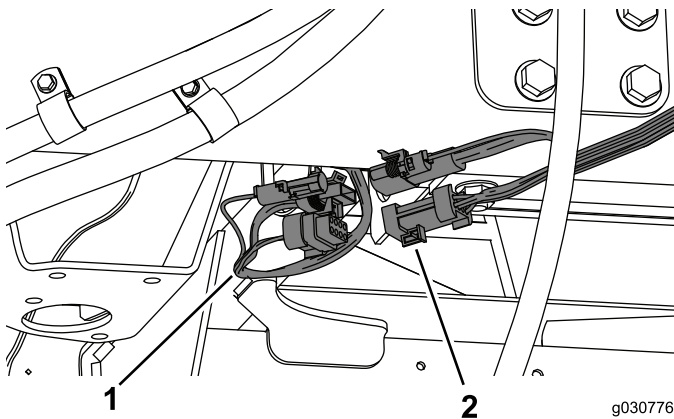

Bild 47
1. Schließen Sie den Kabelbaum von der Kabine am Kabelbaum an der rechten Seite der Maschine an (Bild 47).